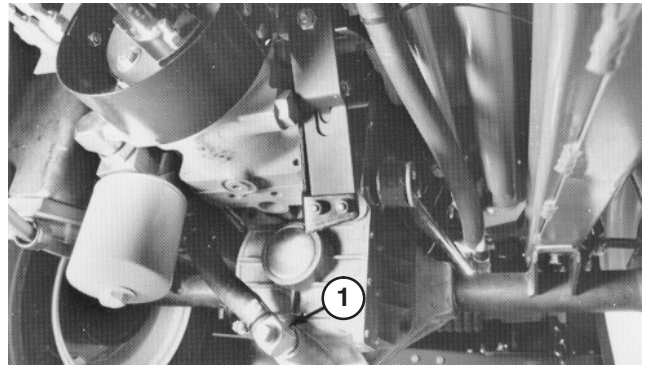
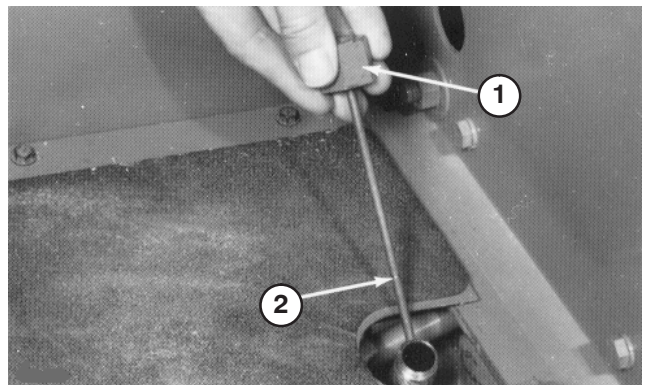

Figure 72
Figure 73
4. Enlevez le bouchon de vidange du raccord entre le carter de pont et le filtre à huile. Laissez couler l'huile dans un bac de vidange (Fig. 72).
6. Placez le bouchon de vidange dans le raccord entre le carter de pont et le filtre à huile (Fig. 72).
7. Sortez la jauge du goulot de remplissage du pont (Fig. 73) et versez la quantité voulue d'huile du type et de la viscosité recommandés pour la température ambiante anticipée (voir le tableau ci-dessus).
9. Attendez encore deux minutes, puis sortez la jauge du goulot de remplissage du pont et vérifiez le niveau d'huile (Fig. 73). Si le niveau est bas, faites l'appoint jusqu'à ce que le niveau atteigne le repère sur la jauge (Fig. 73). Si le niveau est trop haut, enlevez le bouchon de vidange (Fig. 72) et vidangez une quantité d'huile suffisante pour faire descendre le niveau jusqu'au repère sur la jauge.